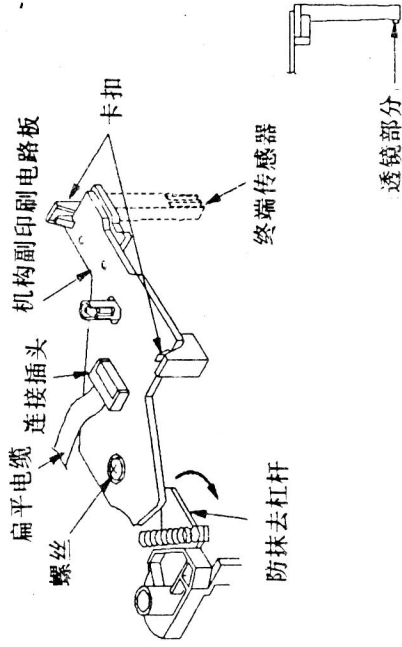

图62
步骤: ①如图62所示,从机构副电路板的连接插头上拔掉扁平电缆(连接主、副电路板);
②旋下螺丝;
③松开固定副电路板的卡爪,取下副电路板,注意不要损伤安装在副电路板上的终端传感器透镜;
④安装时的操作顺序与上述步骤相反,同时按图62中箭头所示方向转动防抹去杠杆。